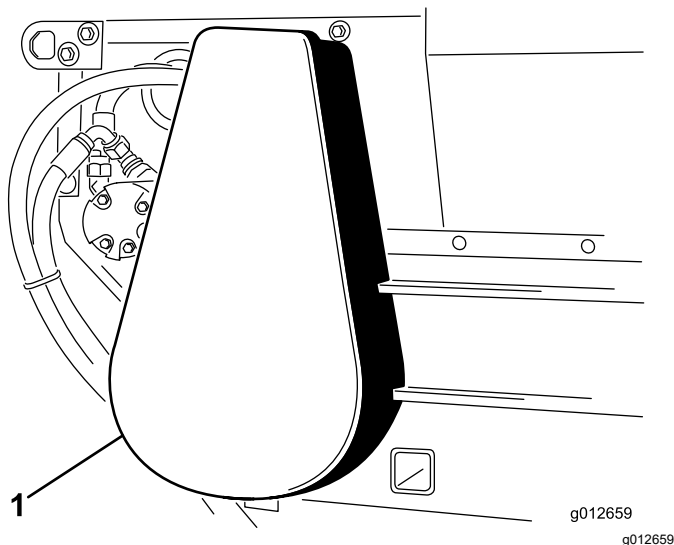

Figura 28
1. Rimuovete la copertura della catena (Figura 28).